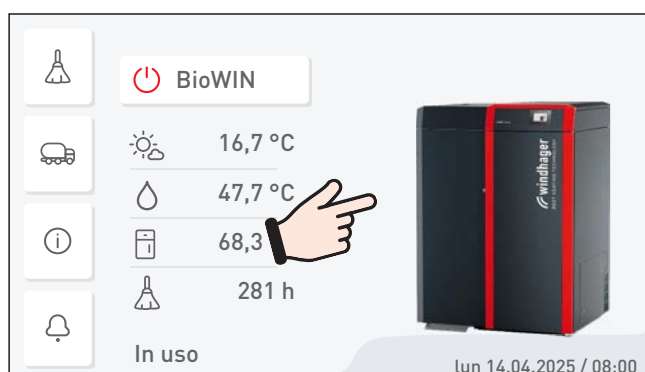

Fig. 15 Schermata di partenza
- Premere brevemente il tasto InfoWIN Touch per accendere il display, quindi premere la schermata di partenza – Fig. 15.